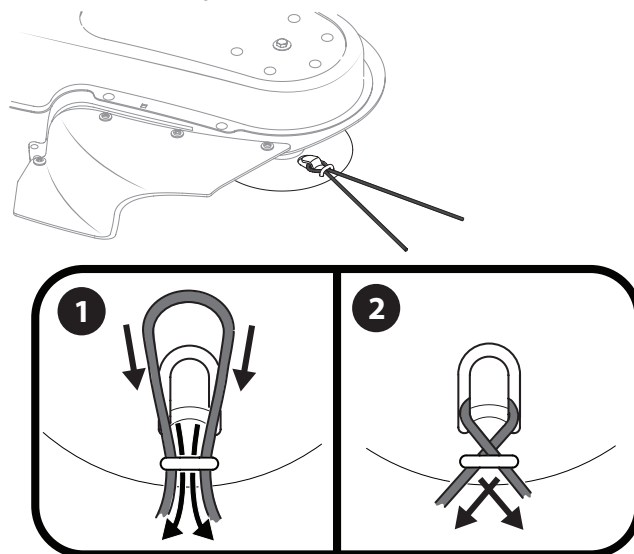

Figure 6
4. Croisez les extrémités du monofilament et tirez-les de chaque côté pour fixer le monofilament. Voir Figure 6.